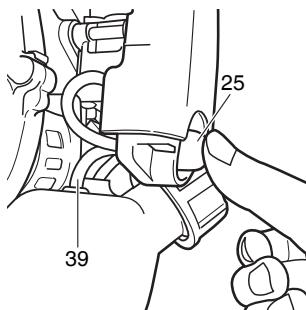

Fig. 23
* Pressez la poire de la pompe d'amorçage (25) à plusieurs reprises pour que le carburant puisse s'écouler par le tuyau de retour (39). (Fig. 23)